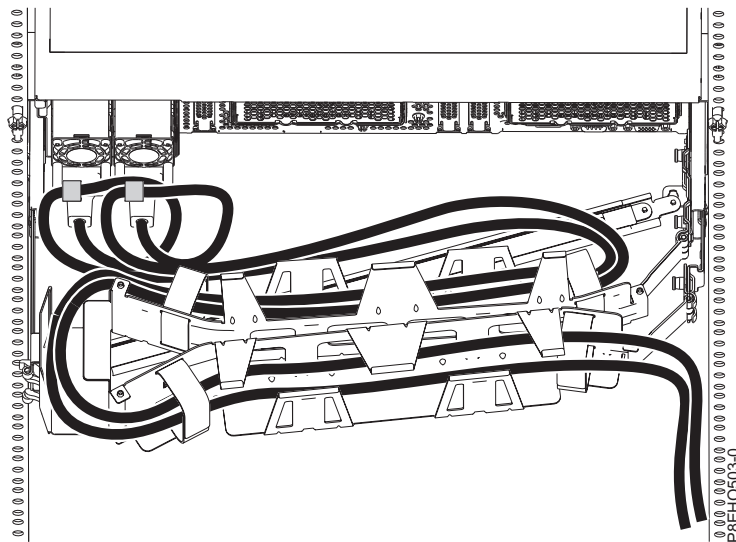
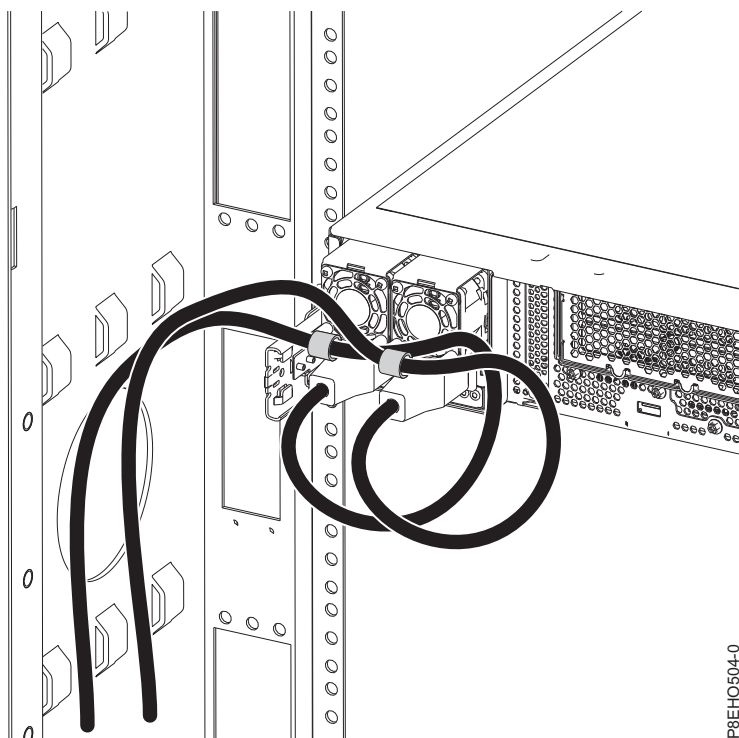

Figura 69. Loop de cabo de energia com roteamento do braço de gerenciamento do cabo. Os loops do cabo de energia no sentido anti-horário para a direita.
Figura 70. Loop do cabo de energia com roteamento da parede lateral. Os loops do cabo de energia no sentido anti-horário para a esquerda.
3. Etiquete e desconecte os cabos de energia da alça da fonte de alimentação. Desaperte os prendedores em gancho e loop que liga o cabo de energia à alça da fonte de alimentação. Observe como a energia é um loop; será necessário fazer esse mesmo loop ao reconectar os cabos de energia. Há dois tipos de loops, detalhado no Figura 69 e Figura 70 na página 106.